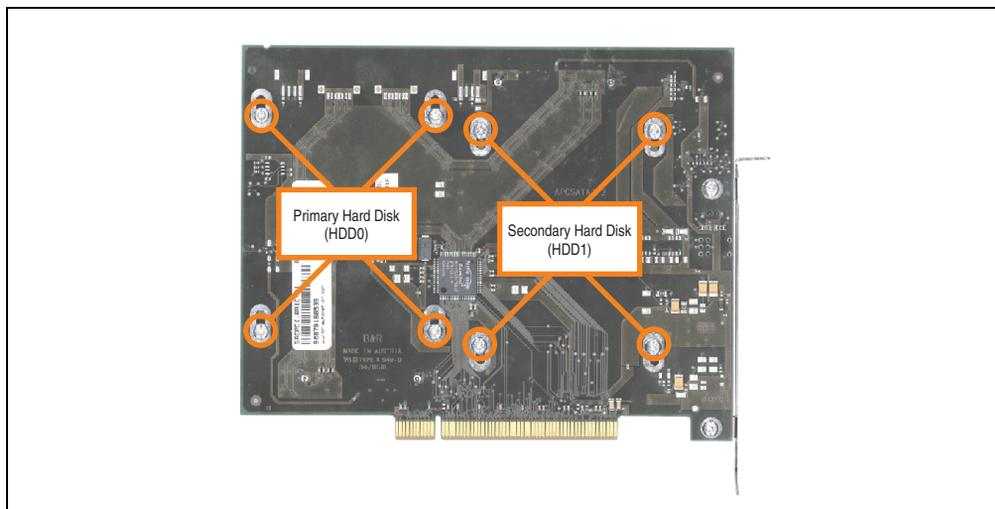

Abbildung 323: Rückseite des SATA RAID Controllers Schraubenzuordnung
- Lösen der richtigen 4 Befestigungsschrauben (M3x5) - siehe Abbildung 323 "Rückseite des SATA RAID Controllers Schraubenzuordnung", auf Seite 545.